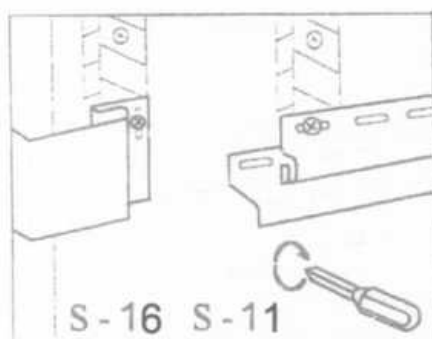

Figure 8
7.6 Baguette d'auvent S-16, fixée avant la pose du revêtement (figure 8), utilisée comme jet d'eau au dessus d'un bardage imitation brique ou pierre.